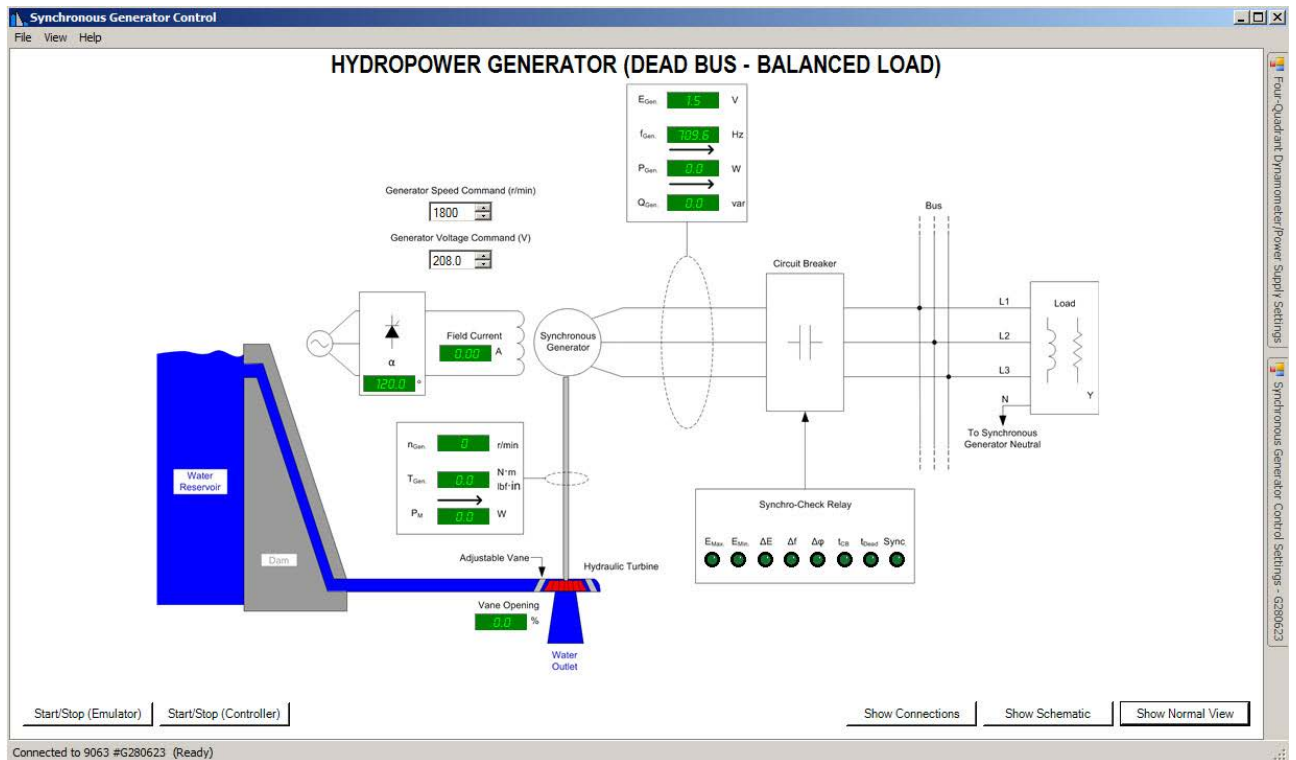

Figura 14: Vista SCADA de la función Generador hidroeléctrico (Bus inactivo - Carga equilibrada).
- Al hacer clic en el botón Muestra vista SCADA aparece una vista SCADA (la figura 14) del generador que contiene botones adicionales utilizados, entre otros, para arrancar y parar el emulador y el controlador del generador.